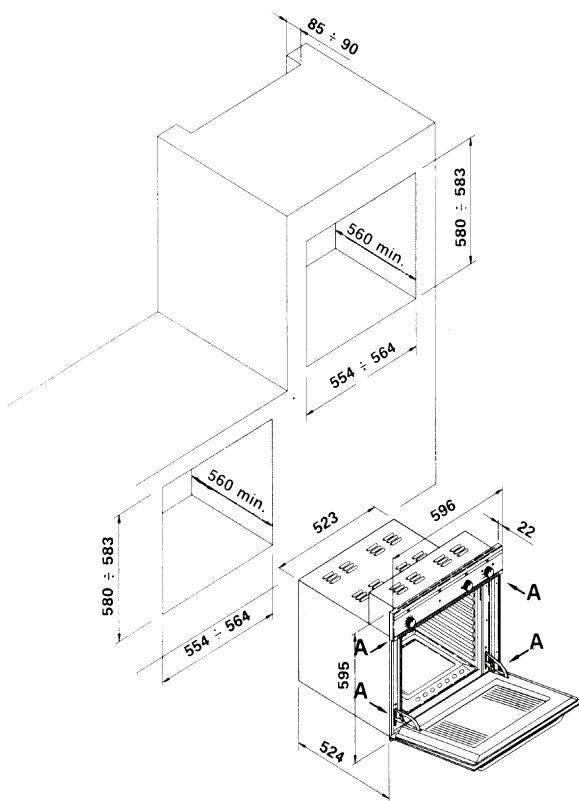

Рис. 1
- Аппарат может устанавливаться под столешницей кухонной мебели или в колонну (стойку). В обоих случаях необходимо соблюдать размеры, указанные на рис. 1.